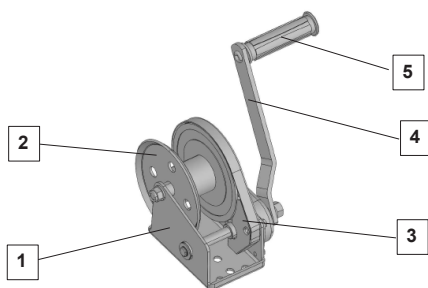
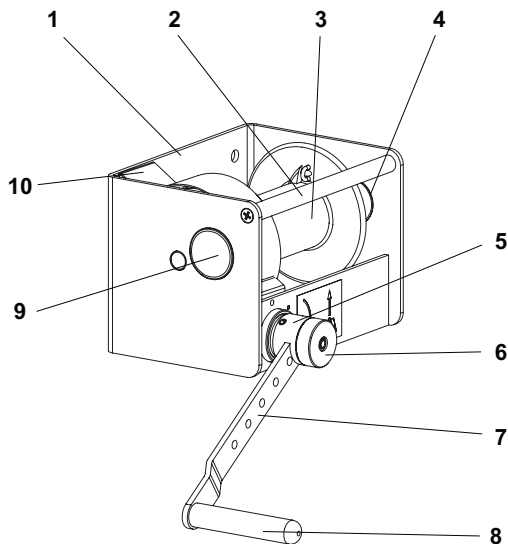

Fig. 1
Fig. 2
Ao atuar sobre a manivela (item 4, fig. 1 ou item 7, fig. 2), em função do sentido de rotação indicado (fig. 12), a carga de material é elevada. Se o operador manipular a manivela no sentido contrário, a carga de material é descida. É possível ajustar o comprimento da manivela graças a um dispositivo de ajuste exclusivo para o caRol Duratech 250 (item 6, fig. 2).
- uma estrutura (item 1, fig. 1 ou item 1, fig. 2) na qual o guincho caRol Duratech é montado
- uma pega de transporte (item 2, fig. 2) para o transporte do guincho caRol Duratech 250
- um cárter de proteção (item 3, fig. 1 ou item 10, fig. 2) que assegura a proteção do redutor contra as projeções e os choques durante a instalação, a utilização, o transporte e a armazenagem do guincho e permite que o operador utilize o aparelho com segurança.
- Retirar o cárter (item 10, fig. 2).
- Reposicionar o cárter (item 10, fig. 2).
- Puxar o botão (item 6, fig. 2).
- Introduzir a secção retangular da manivela no cubo (item 5, fig. 2); a pega (item 7, fig. 2) deve ficar orientada para o exterior do guincho.
- Ajustar o comprimento da manivela de manobra (item 7, fig. 2) ao comprimento desejado.
- Soltar o botão (item 6, fig. 2).
- O eixo situado no centro do botão e o botão (item 6, fig. 2) devem voltar à posição inicial. O eixo não deve sobressair do botão. Se o eixo sobressair, isto significa que a manivela não está bloqueada no lugar.